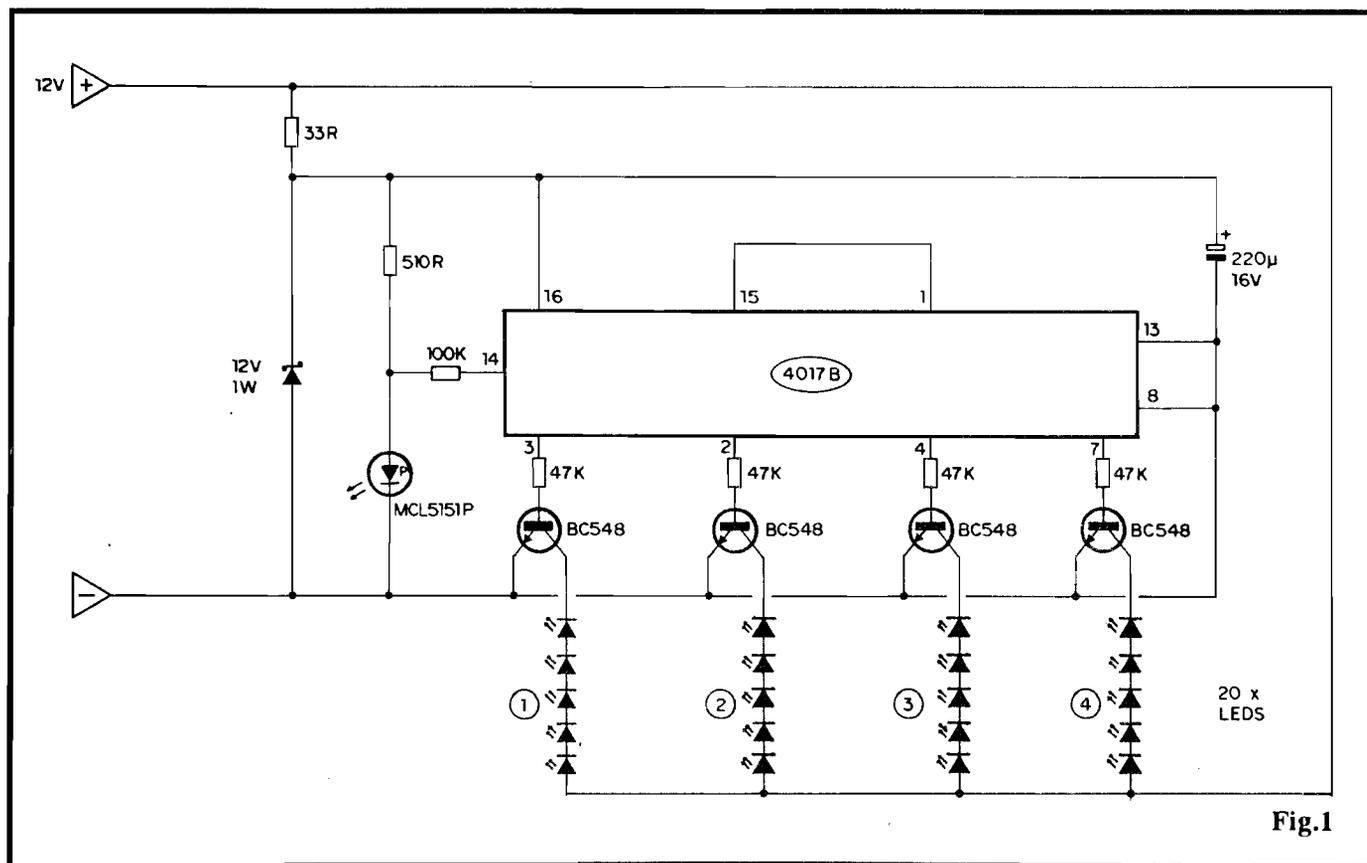

Fig.1
- FIG.1-DIAGRAMA ESQUEMÁTICO DO CIRCUITO - No centro do arranjo está um Integrado Digital da "família" C.MOS, um 4017... Originalmente trata-se de um sequenciador ou contador de década, com (obviamente...) 10 saídas, das quais apenas as quatro primeiras são efetivamente utilizadas (respectivamente manifestadas através dos pinos 3-2-4-7...). A quinta saída (pino 10) é, propositalmente, deixada "em aberto", de modo que o sequenciamento mostre um nítido "intervalo" entre o seu fim e o seu re-começo... A sexta saída de sequenciamento do 4017, presente no pino 1, *reseta* todo o sistema, aplicada que está ao pino 15 de "zeramento" da contagem... O *clock* (trem de pulsos a ser "contado" e sequenciado pelo Integrado...) é obtido da forma mais incrivelmente simples e econômica, recolhendo-se a brusca variação de Tensão sobre o *anodo* de um LED "pisca" (MCL5151P) que, energizado via resistor limitador de 510R, fornece cerca de 3 Hz ao módulo centrado no 4017, via pino 14 deste... Observem que, no intuito de proteger o Integrado contra Tensões eventualmente muito altas, presentes no sistema elétrico do veículo, essa parte do circuito tem sua alimentação